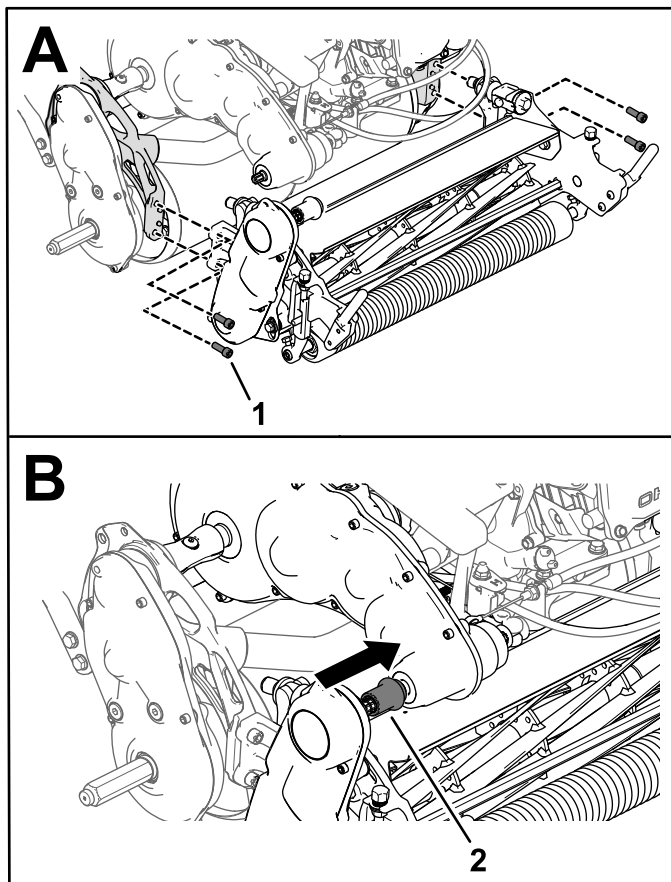

Figure 46
3. Fixez l'unité de coupe au cadre à l'aide de 4 vis à tête à creuse (Figure 46).
4. Glissez le coupleur d'entraînement de l'unité de coupe sur l'arbre d'entraînement de la transmission (Figure 46).